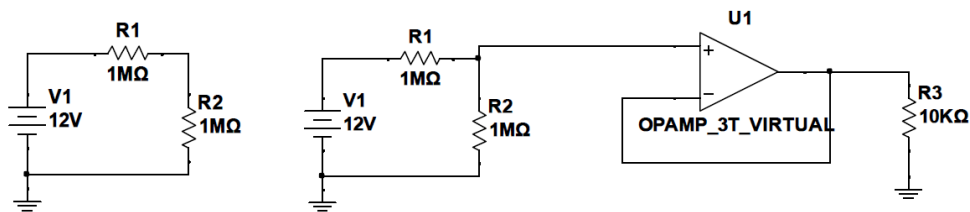

Figura 1.
- 1.1. Arme el siguiente circuito de la Figura 1 (circuito bajo prueba) y mida con el multímetro Keithley el voltaje en la resistencia de 1M que tiene un terminal a tierra. Luego, haga la medición de este voltaje, pero utilizando un amplificador operacional LM741 (y luego con un TL081) en configuración de seguidor de tensión. ¿Qué voltaje V_o real obtiene? ¿Qué voltaje se esperaría en R_3 ? ¿Cuál es el porcentaje de error respecto al voltaje medido con el voltímetro?